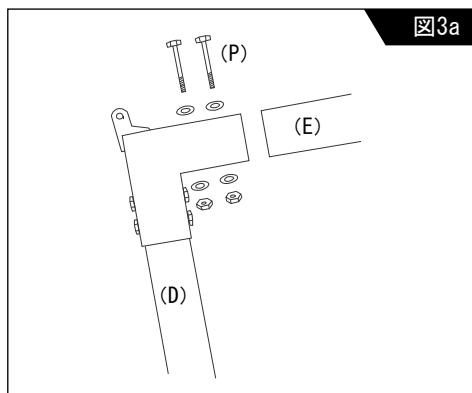
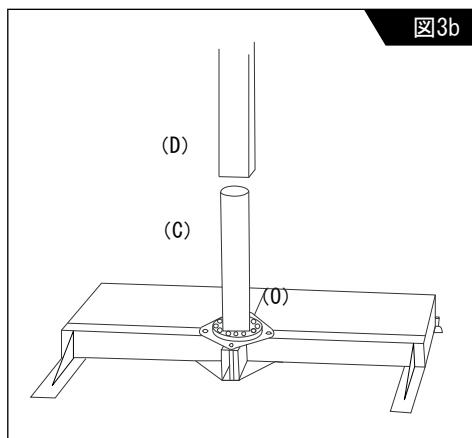
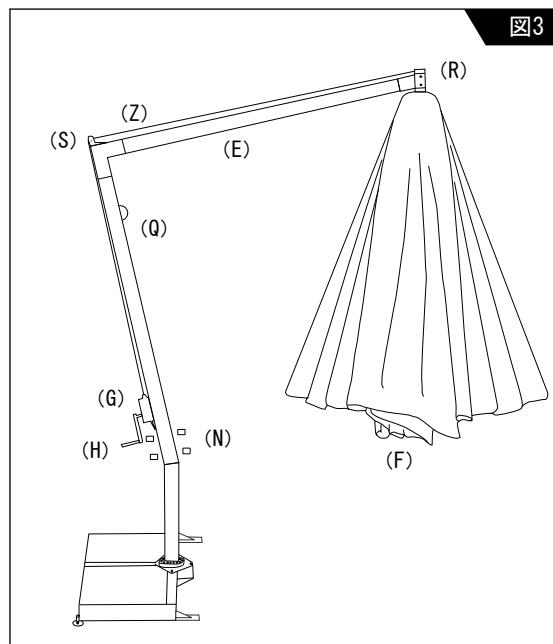
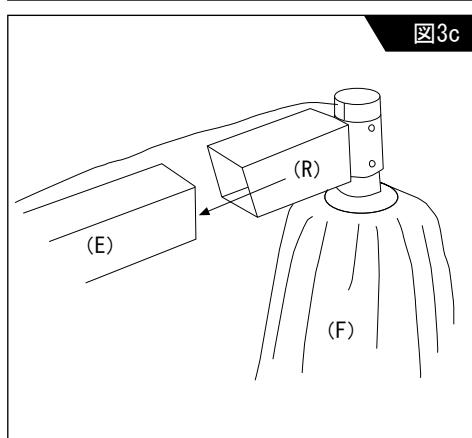

図3a
図3b
図3
図3c
構造組立て説明 (図3、図3a、図3b、図3c、図3d、図4参照)
1. (図3a)のように傾斜柱(E)を垂直柱(D)に差し込みボルト(P)で二方向から止める。
2. (図3b)のように垂直柱(D)を台座軸(C)に差し込む。
3. (図3c)のようにアンブレラ・シートの止め具部分(R)を傾斜柱(E)に差し込み接合させる。
4. (図3)のようにワイヤー(Z)を滑車(S)に通す。
8. (図3)のように4つのボルト・キャップ(N)をかぶせる。この段階でカプリ・レーニョのご使用が可能になります。
アンブレラの開き方 (図3、図5、図5a、図5b参照)